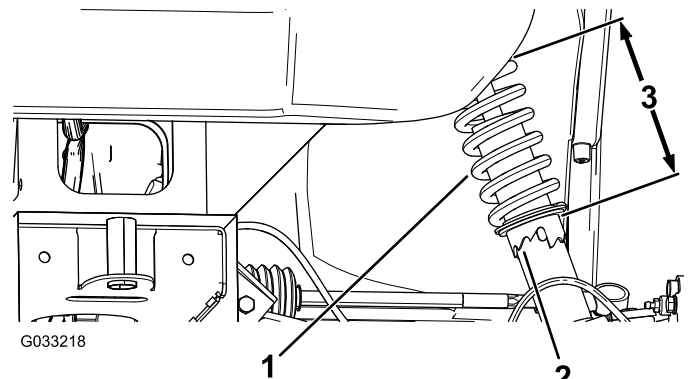

図 53
2. キャンバの調整が必要な場合には、スパナレンチでショックアブソーバのカラーを回してホイールを整列させる 図 53。